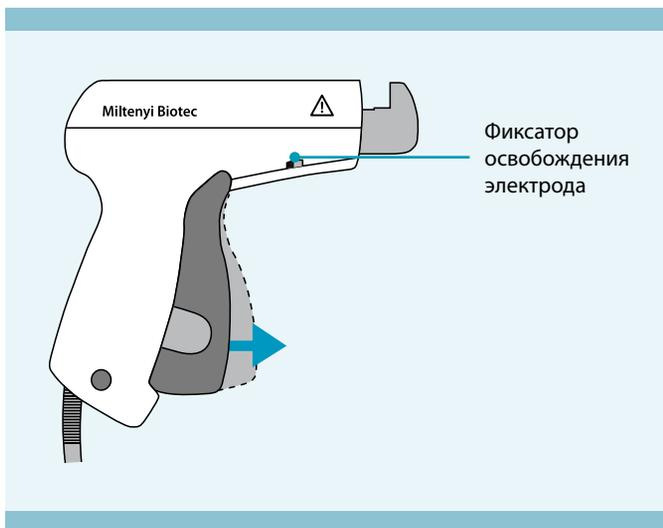

Рис. 4.2: Оттяните серый пусковой рычаг.
1. Оттяните серый пусковой рычаг до щелчка, чтобы освободить передний электрод. Затем передвиньте вперед фиксатор освобождения электрода (см. Рис. 4.2).